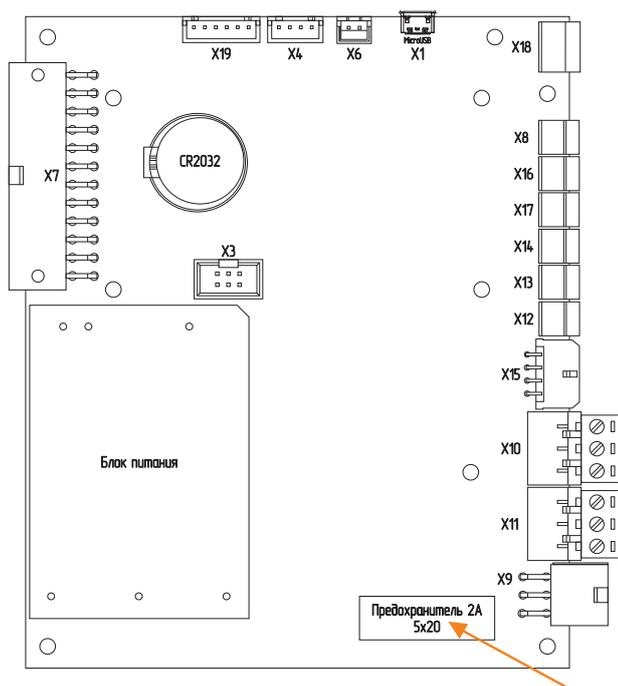

Рис.11 Плата контроллера
3. замените предохранитель **Рис.11** (запасной предохранитель в базовой комплектации котла).